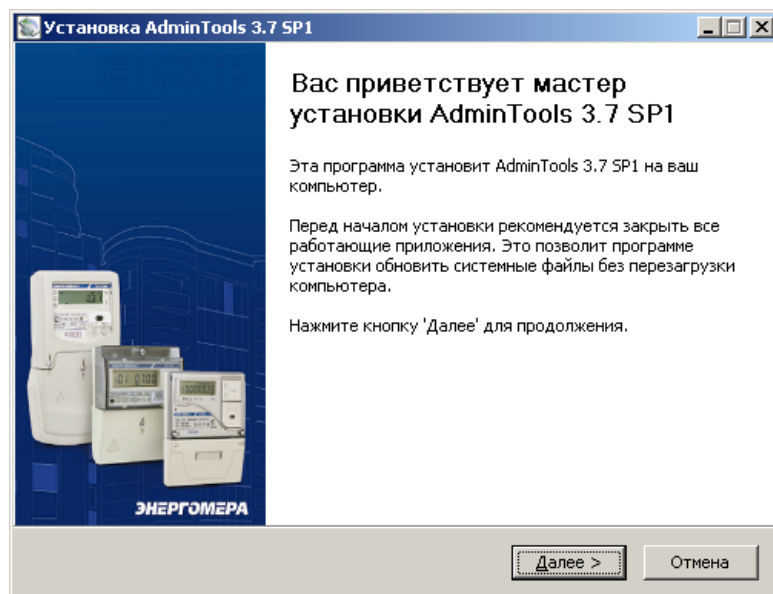

Рисунок 20 – Окно «Мастер установки программы»
Пример окна приветствия мастера установки представлен см. рисунок 20 (в последующих версиях AdminTools внешний вид мастера может быть изменен).
5.2.1 Нажать кнопку «Устройство» на панели инструментов. Выбрать тип устройства «CE102» в проводнике устройств, находящемся в левом верхнем углу, одним нажатием левой кнопки мыши или в главном окне программы двойным нажатием кнопки мыши (см. рисунок 20).